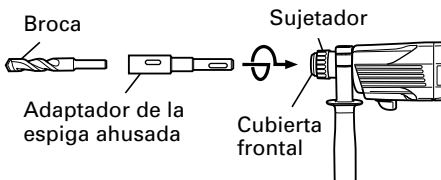
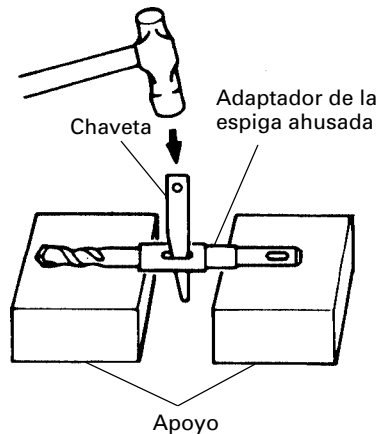

Fig. 12
Fig. 13
- (1) Montar el adaptador de la espiga ahusada en el martillo giratorio (Fig. 12).
- (2) Montar la broca (espiga ahusada) en el adaptador de la espiga ahusada (Fig. 12)
- (3) Poner el interruptor en la posición de encendido (ON), y taladrar un agujero de la profundidad especificada.
- (4) Para quitar la broca (espiga ahusada), insertar la chaveta en la ranura del adaptador de la espiga ahusada y golpear la cabeza de la chaveta con un martillo. Usar apoyos como se muestra en la Fig. 13.